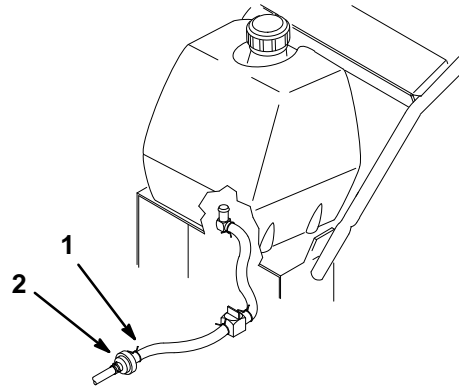

Figure 43
3. Pincer les bouts des colliers pour les faire glisser plus loin du filtre sur la conduite (Fig. 43).